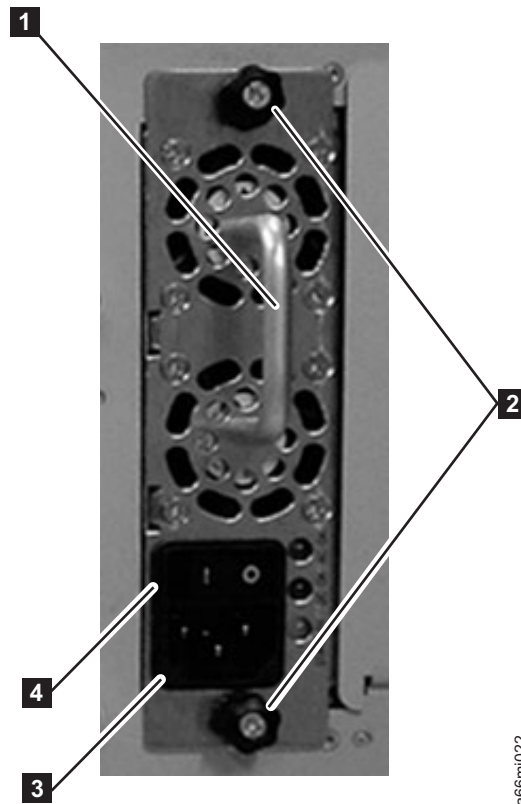

Figura 3-8. Fuente de alimentación
1. Afloje los dos tornillos de mano (**2** de la Figura 3-8 en la página 3-11) de la fuente de alimentación girándolos en el sentido contrario a las agujas del reloj.
2. Para extraer la fuente de alimentación, sujete el asa (**1** de la Figura 3-8 en la página 3-11) y tire lentamente de la misma hacia usted mientras la sujeta por la parte inferior.